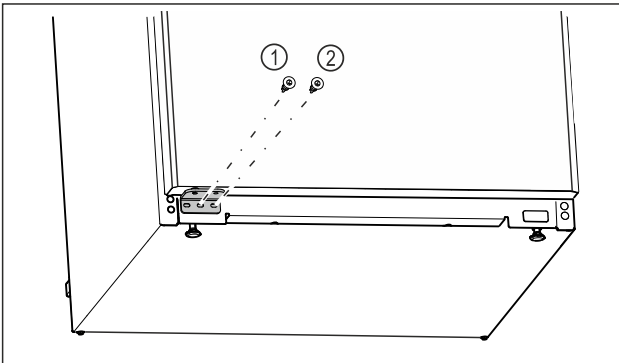

Fig. 22
- Затяните центральный винт опорного кронштейна Fig. 22 (1) отверткой Torx 20.
- Затяните внутренний винт опорного кронштейна Fig. 22 (2) отверткой Torx 20.